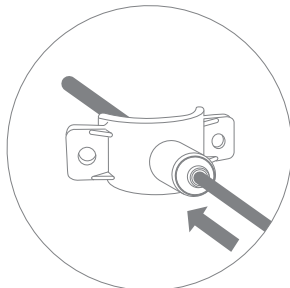

Рис. 7
3. Проденьте красную пластиковую трубку через штуцер хомута, чтобы она вышла с внутренней стороны хомута на 7...10 мм (рис. 7).